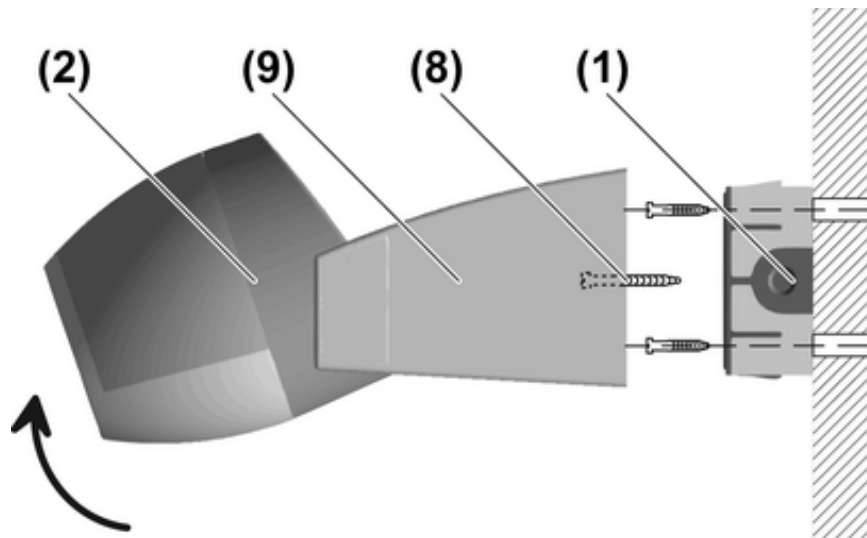

Bild 13: Befestigung von Bewegungsmelder und Anschlusskasten
- Sensorkopf nach oben drehen (Bild 13).
- Zentrale Befestigungsschraube (8) lösen und das Geräteoberteil (9) vom Anschlusskasten abziehen.
- Gehäuseoberteil (9) auf Anschlusskasten aufsetzen (Bild 13), dabei zentrale Befestigungsschraube (8) zurückziehen und darauf achten, dass der Bewegungsmelder nicht verkantet.
- Zentrale Befestigungsschraube (8) festziehen (Bild 13).